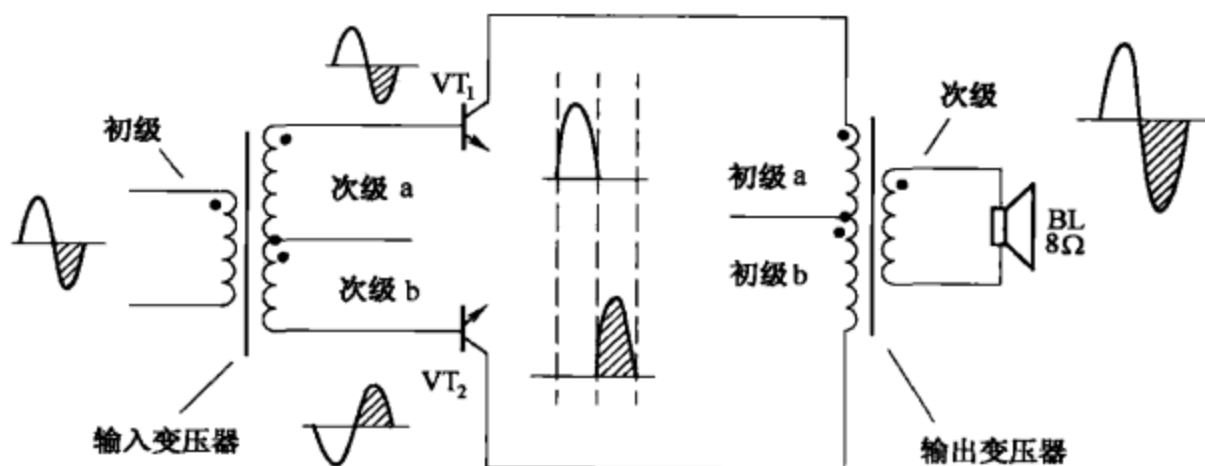

图 2-34
(2) 信号传输与分配。图 2-34 所示为推挽功率放大器电路，输入变压器将信号电压传输、分配给晶体管 VT_1 和 VT_2 (送给 VT_2 的信号还倒了相)，使 VT_1 和 VT_2 轮流分别放大正、负半周信号，然后再由输出变压器将输出信号合成。